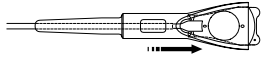

Fig. 14
8. Ouvrir les mâchoires de la pince et agripper l'haptique de la lentille ICL ou TICL, en s'assurant que le repère de positionnement de la lentille est aligné avec les mâchoires. (Fig. 14)